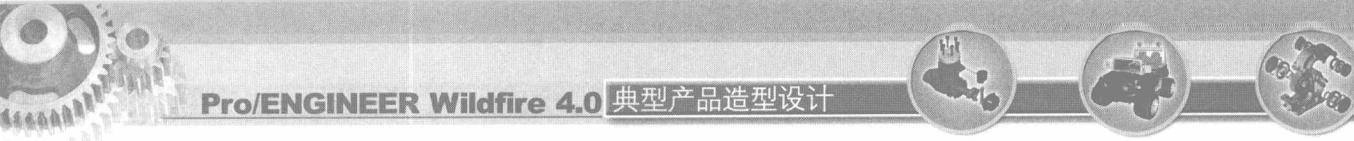

图 1-8 拉伸工具操控板
(1) 单击拉伸工具按钮，打开拉伸工具操控板。
(2) 在操控板中单击去除材料按钮，如图 1-8 所示。